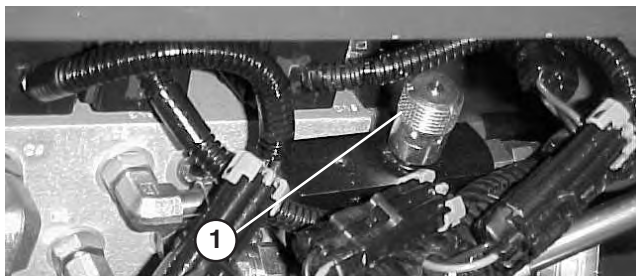

Figure 61
1. Localisez la valve derrière le panneau d'accès, au-dessus de la plate-forme de conduite (Fig. 61).